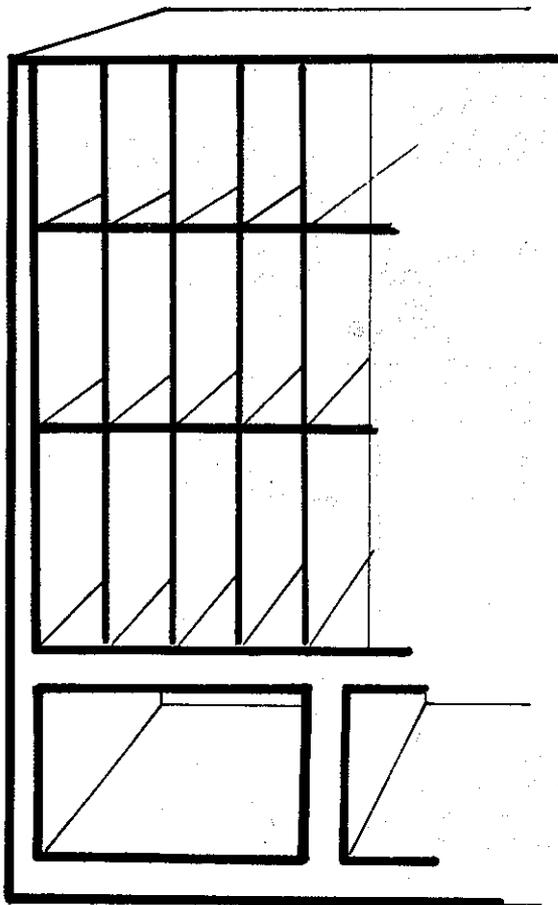

Fig. 4
- 5.1. Almacenamiento en zona limpia y aireada (fig. 4)